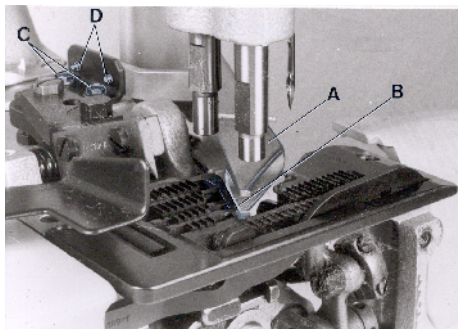

Fig. 24
The adhesive tape folder (A, Fig. 24) has to be assembled so, that it fits close to the bevelling of the cut-out in the throat plate (see Fig. 24). The inner lower edge of the folder mouth (B) must be flush with the top surface of throat plate, and set as far to the left in the throat plate cut-out so the adhesive tape will fully cover the closed bag opening. The folder bracket and the folder can be set accordingly after loosening screws (C and D, Fig. 24). Retighten screws.
Der Klebeband-Einfaßapparat (A, Fig. 24) muß so montiert sein, daß er satt an der Schräge des Ausschnitts in der Stichplatte anliegt (siehe Fig. 24). Die innere untere Kante des Apparate-Mundstücks (B) muß mit der Stichplattenoberfläche eben sein und soweit nach links in den Stichplattenausschnitt gestellt werden, daß das Klebeband die zugenähte Sacköffnung voll umschließt. Der Apparatehalter und der Apparat können nach Lösen der Schrauben (C und D, Fig. 24) entsprechend eingestellt werden. Ziehen Sie die Schrauben wieder an.